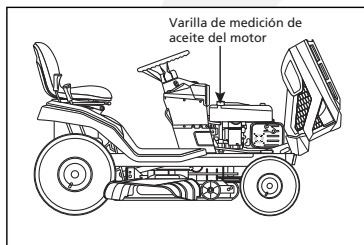
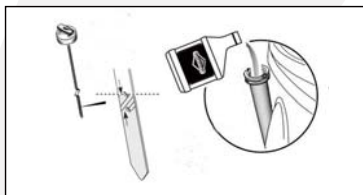

Fig. 12
Fig. 13
- Remueva la varilla del aceite (Fig. 12 y Fig. 13). Limpie el resto del aceite de la varilla del aceite.
- Si el nivel de aceite está BAJO (LOW), agregue aceite al tubo de llenado de aceite. (Fig. 13)